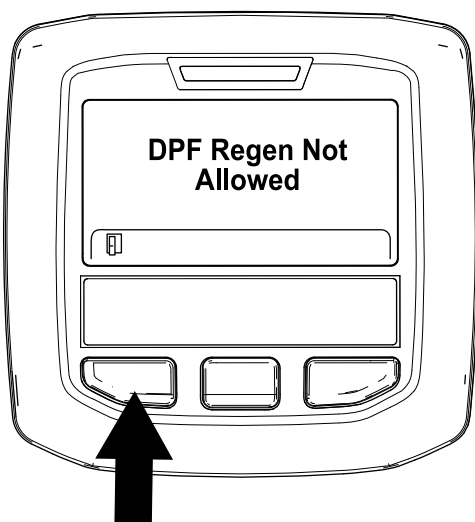

Figura 52
- Si el ordenador del motor no permite el proceso de regeneración, aparece el mensaje "DPF Regen Not Allowed" (Regeneración de DPF no permitida) en el InfoCenter (Figura 52). Pulse el botón de la izquierda para salir a la pantalla de inicio.